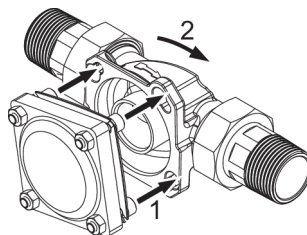
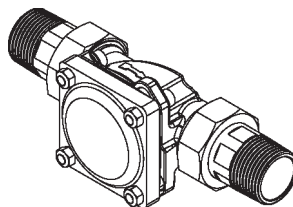

Abb. 4: Gerät ansetzen und einrasten (Befestigungsprinzip)
Abb. 5: Geräteanschluss eingerastet (Befestigungsprinzip)
1. Die Köpfe der vier Flanschschrauben durch die Bajonettbohrungen am Einbaudrehflansch stecken (siehe Abbildung 4).
2. Das Gerät im Uhrzeigersinn bis zum Anschlag drehen (siehe Abbildung 4 und Abbildung 5).